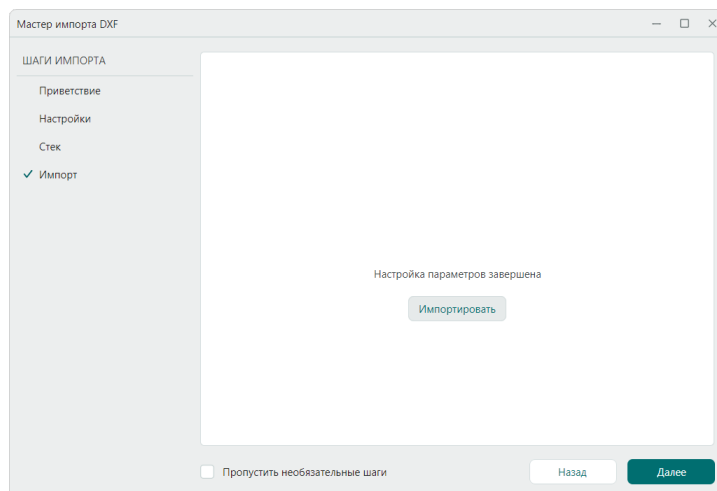

Рис. 87 Запуск импорта
7. Для запуска процесса импорта нажмите кнопку «Импортировать», см. Рис. 87.